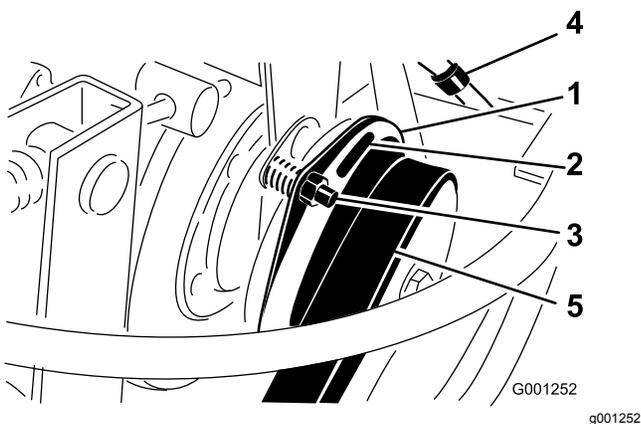

Figura 76
3. Ajuste la holgura hasta que pueda deslizar una galga de 0,38 mm entre la guarnición del embrague y la placa de fricción con una ligera presión (Figura 76).
Nota: La holgura puede reducirse girando la tuerca de ajuste en sentido horario (Figura 76). La holgura máxima es de 0,76 mm. Ajuste la holgura en las 3 posiciones.